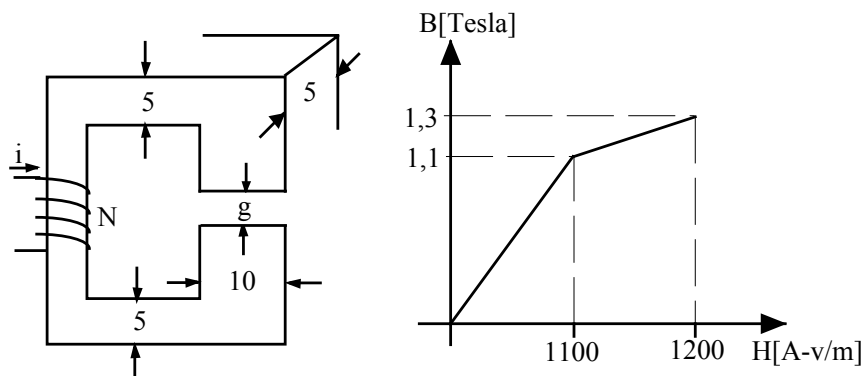

Figura 1.4
1.7.- La Figura 1.4 muestra un reactor con núcleo saturable y la curva B-H idealizada (linealizada en dos tramos) del material del núcleo. Las dimensiones están en centímetros. Si $v(t) = 220\sqrt{2} \cos 100\pi t$ volt y la corriente de excitación es: $i_0(t) = 0,141 \cos 100\pi t + 0,4 \sin 100\pi t + 0,2 \cos 300\pi t + 0,08 \sin 300\pi t$; determine, despreciando la resistencia óhmica de la bobina (de 400 espiras) y los flujos de dispersión: